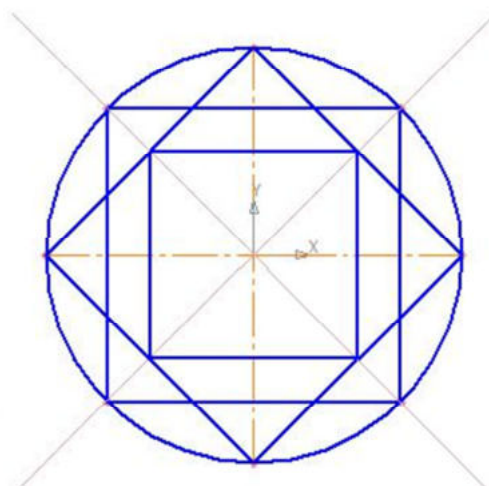

Рис. 5
8. соедините точки пересечения ромба и вспомогательных прямых линий с помощью непрерывного ввода объекта (рис. 5);